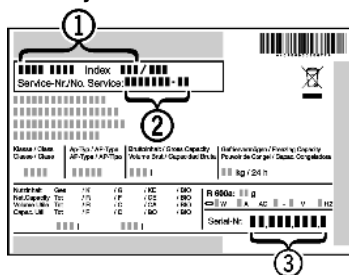

Fig. 29
- ▶ Odczytać z tabliczki znamionowej oznaczenie urządzenia Fig. 29 (1), nr serwisowy Fig. 29 (2) oraz numer seryjny Fig. 29 (3). Tabliczka znamionowa znajduje się po lewej stronie wewnątrz urządzenia.